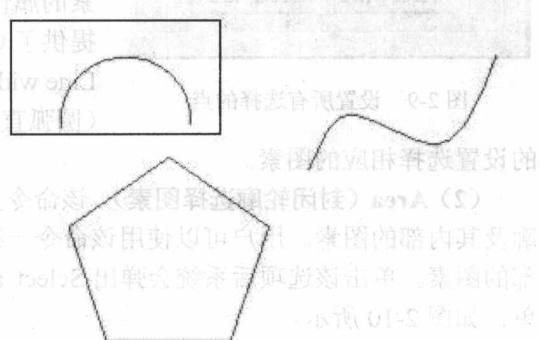

图 2-7 Outside 方式选择图素
- **Outside (窗口外)**：若用户选择了该选项，则在进行图素选择时所有窗口外部的图素都会被选中。如图 2-7 所示，窗口外的多段线和五边形会被选中。